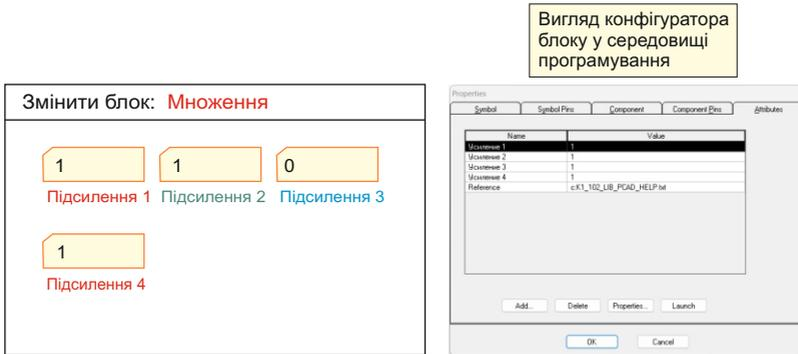

Рис. 19 Конфігуратор блока "Множення"
2.4 **Конфігуратор** блока містить наступні конфігураційні вікна (Рис. 19):